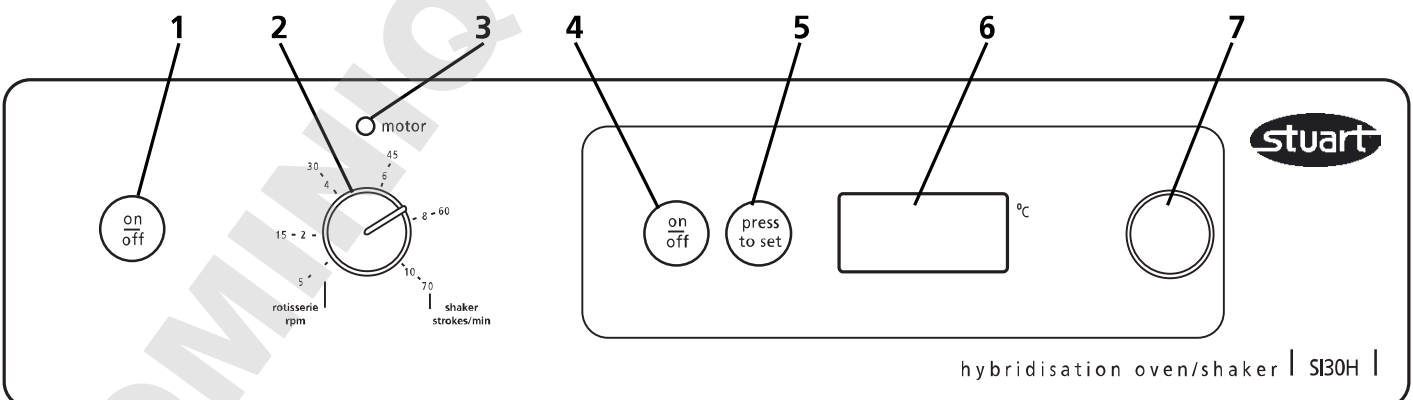

Abb. 3: Vorderseitige Steuerelemente
- 3.1 Die Steuerungen für die Inkubator temperatur befinden sich auf der rechten Seite der Steuerkonsole (Abbildung 3, Nummern 4 bis 7).
- 5.6 Die Drehzahlsteuerungen befinden sich auf der linken Seite der Steuerkonsole (Abbildung 3, Nummern 1 bis 3). Die Rotisserie / den Rüttler durch Druck auf den Ein/Aus-Schalter (1) einschalten. Daraufhin sollte die rote Anzeigelampe (3) über dem Drehzahlwahlschalter (2) aufleuchten.